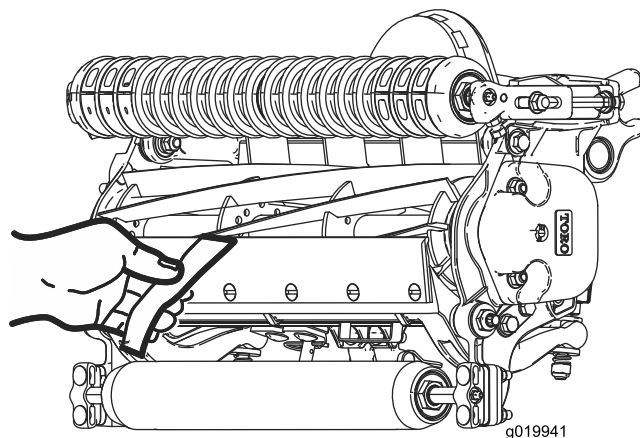

図 10
10. 切れ味確認用のペーパートロのパーツ番号 125-5610 を一枚、リールと下刃との間に、下刃に対して直角になるように差し入れて、カッティングユニットの切れ味をテストする図 10。